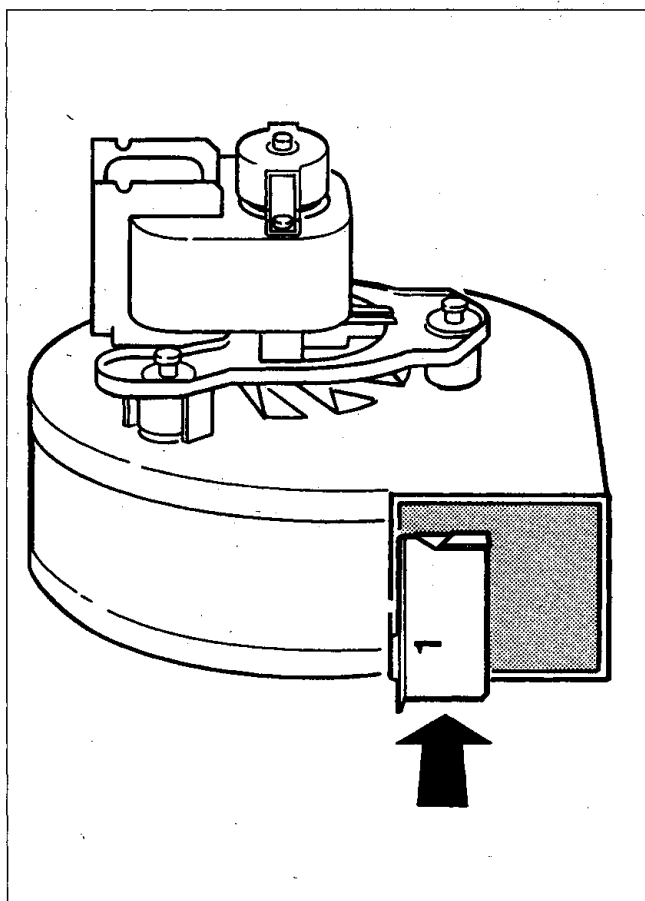

Bild 40
- entsprechendes Staubblech (44.4) am Ausblasstutzen des Abgasventilators (226) eindrücken (Bild 40).